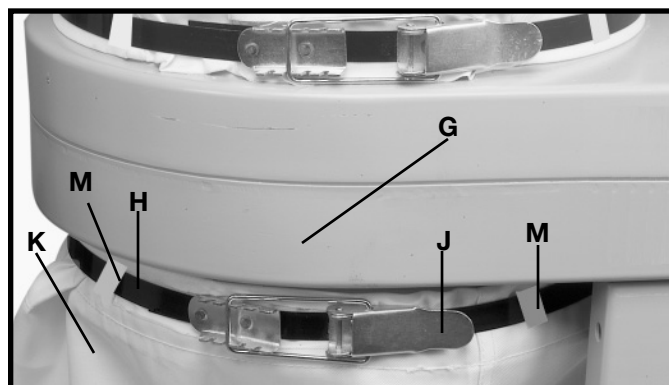

Fig. 16
4. Introduzca la banda de fijación restante (H), Fig. 16, a través del dobladillo de la bolsa de recolección de polvo (K). Posicione el extremo abierto de la bolsa sobre el reborde del tambor (G) y sujételo con la abrazadera de fijación (J). **NOTA:** Asegúrese de que la banda de fijación (H) esté posicionada en el canal del tambor antes de fijar la abrazadera (J).